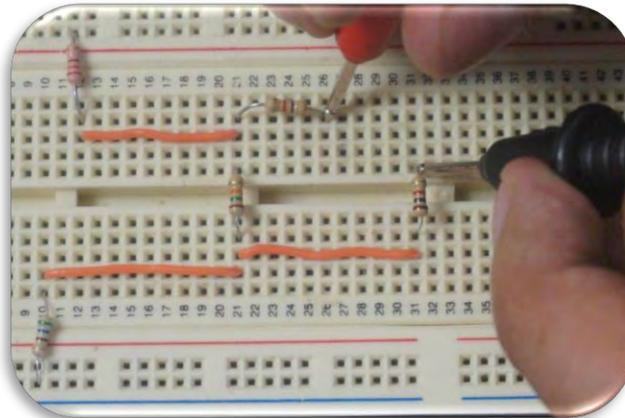

Figura A.12. Colocación de las puntas del multímetro para la medición de corriente.
3. Abra el circuito y coloque las puntas del multímetro entre el elemento que desconecte, en la figura A.12 se muestra la medición de una resistencia.